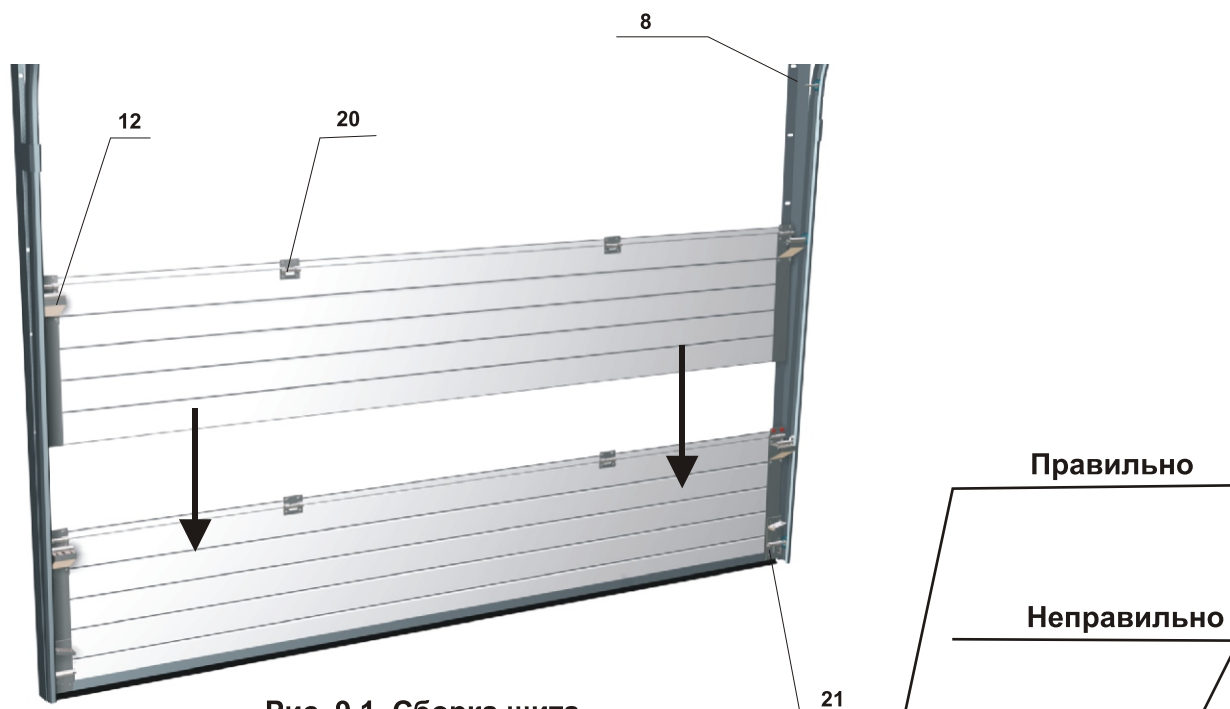

Рис. 9.1. Сборка щита
Сборка щита ворот состоит из последовательной установки панелей в вертикальные направляющие (рис. 9.1).
1) Установка нижней панели в сборе. Ролики (25) установить в держатели роликов на верхних и боковых опорах 11, 12 и нижних угловых кронштейнах (21). Затем нижняя панель размещается в проеме ворот и устанавливаются ролики в направляющие. Нижняя панель выставляется горизонтально (проверяется строительным уровнем). При необходимости подкладываем под панель выравнивающие подставки.
2) Средние панели в сборе нужно последовательно установить друг на друга в порядке их нумерации. Панель берется двумя монтажниками за боковые опоры и устанавливается таким образом, чтобы паз средней вошел на шип нижней панели (Рис. 9.1). Затем закрепляем болтами с гайками держатель оси ролика с установленным роликом на боковых опорах. При этом ролик заводится в профиль направляющих ролика. Панель прижимают к плоскости вертикальных направляющих перемещая держатель оси ролика и затем закрепляют его, затягивая крепежные болты с гайками. При монтаже следует обратить внимание на то, чтобы незакрепленные створки внутренних петель **не попадали в стык панелей**.